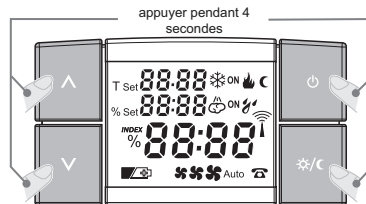

fig. 17
- Si vous désirez annuler les données activées, appuyer sur les quatre touches pendant environ 3 secondes. L'écran affichera tous les segments allumés (autotest général) (fig. 17).